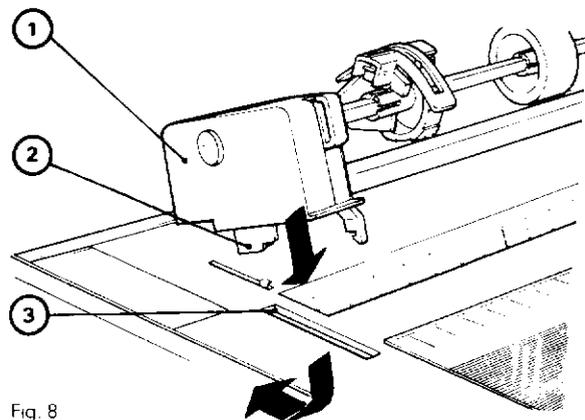

Fig. 8
Amener le levier de dégagement du papier vers l'avant. Engager les ergots (2) de l'ensemble tracteur à picots (1) dans les fentes (3) comme indiqué figure 8.